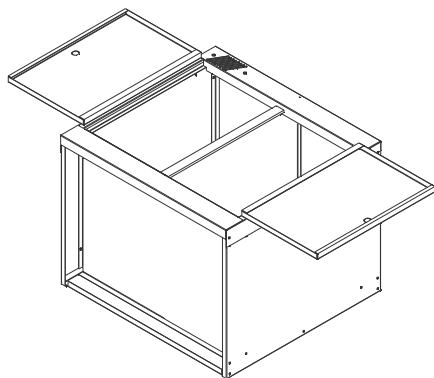

Рис.5
2.5.Закрепить двери на лицевой панели (рис.5).